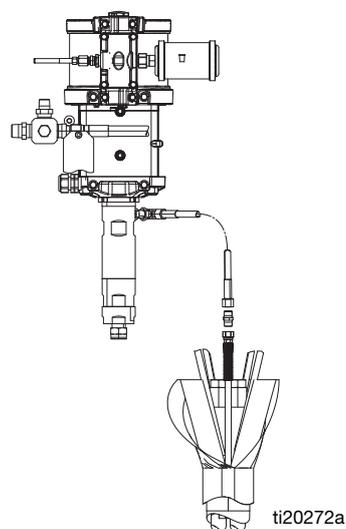

FIG. 20 : Raccordement de la pompe de rinçage
2. Raccorder le tuyau de rinçage mauve (tuyau court) de la pompe de rinçage au tuyau de 6,3 mm (1/4 po.) npsm dans le faisceau. Utiliser le mamelon de 6,3 mm (1/4 po.) fourni avec le faisceau de tuyaux pour raccorder les tuyaux. Voir la FIG. 20.